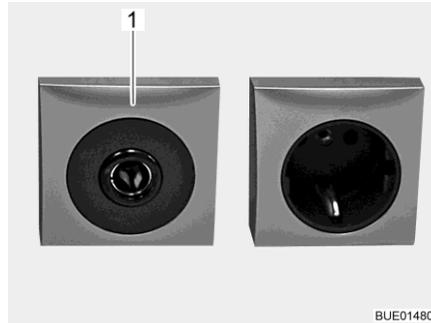

Fig. 107 Prise de courant 12 V/10 A
- ▷ Ne brancher aux prises de courant (Fig. 107,1) du réseau de bord 12 V que des appareils de maximum 10 A.